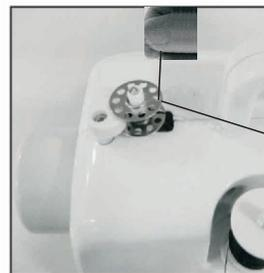

Fig.14
- (4) Empuje la bobina hacia la izquierda (Fig.14).